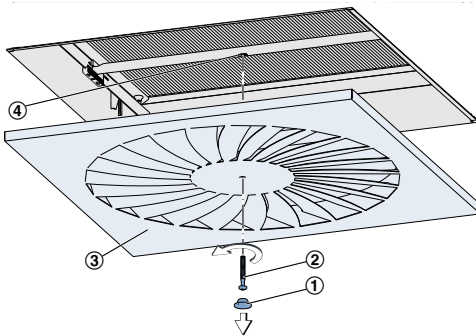

Abb. 8: Frontdurchlass demontieren
1. ▶ Zierkappe (Abb. 8/1) am Frontdurchlass (Abb. 8/3) abziehen. **Bei Frontdurchlass Serie PCD (PROCONDIF):** Zentrumswaben herausnehmen.
2. ▶ Die Mittelschraubenbefestigung (Abb. 8/2) herausdrehen und Frontdurchlass abnehmen.